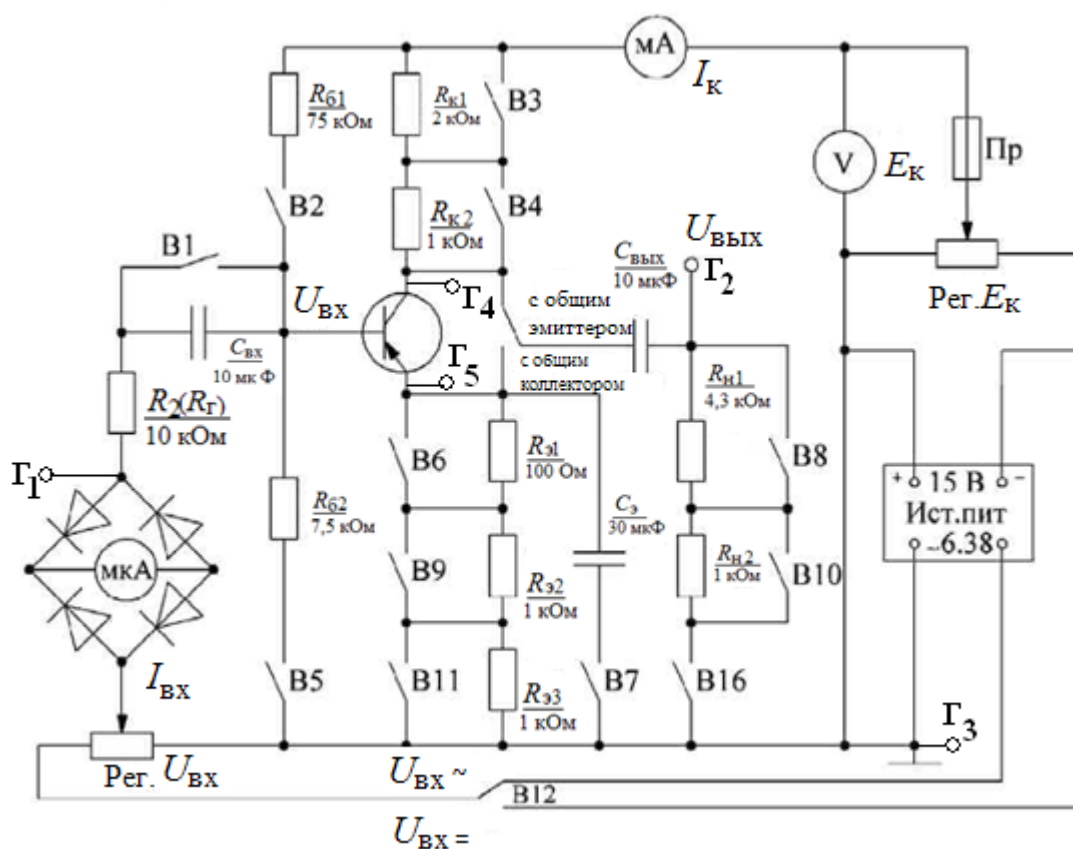

Рис. 16. Принципиальная схема лабораторной установки
Принципиальная схема установки приведена на рис. 16. Напряжение питания коллекторной цепи транзистора подается от источника питания ± 15 В, регулируется потенциометром «Рег. $E_{\text{К}}$ » и контролируется вольтметром « $E_{\text{К}}$ ». Изменение входного напряжения осуществляется резистором R_1 , ток базы измеряется микроамперметром $\mu\text{А}$, ток коллектора (эмиттера) – миллиамперметром mA . Данные измерительные приборы смонтированы на стенде. Микроамперметр $\mu\text{А}$ включен в диагональ моста для измерения среднего значения входного тока.
1. Снимите статические характеристики транзистора по схеме ОК (рис. 16). Для этого тумблер B_{14} поставьте в положение «с общим коллектором». Подайте на вход постоянное напряжение (B_{12} в положении $U_{\text{ВХ}}=$, тумблер B_1 в положении «Вкл»). Отключите нагрузку схемы и зашунтируйте резисторы в эмиттерной и коллекторной цепях (тумблеры $B_3, B_4, B_6, B_9, B_{11}$ в положении «Вкл», тумблеры B_2, B_5, B_7, B_{18} выключите).